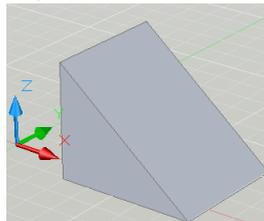

Рис. 11.11 Клин
**3 Команда Клин** дозволяє створювати клин (рис.11.11). Він будується як ящик по точці першого кута, потім другого і вказується висота клину. Висота клину утворюється у першій точці.